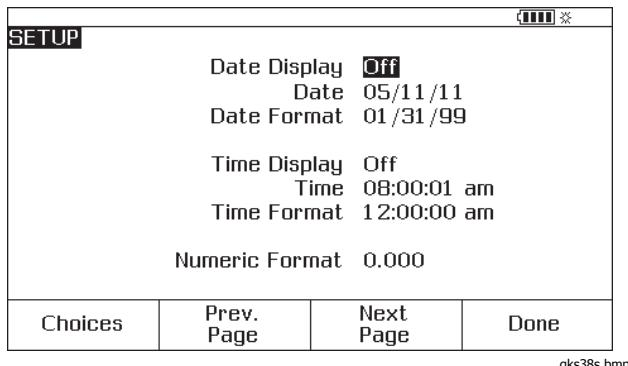

Рисунок 9. Отображение времени и даты
2. Нажмите экранную кнопку **След. стр.** (Next Page). См. рисунок 9.